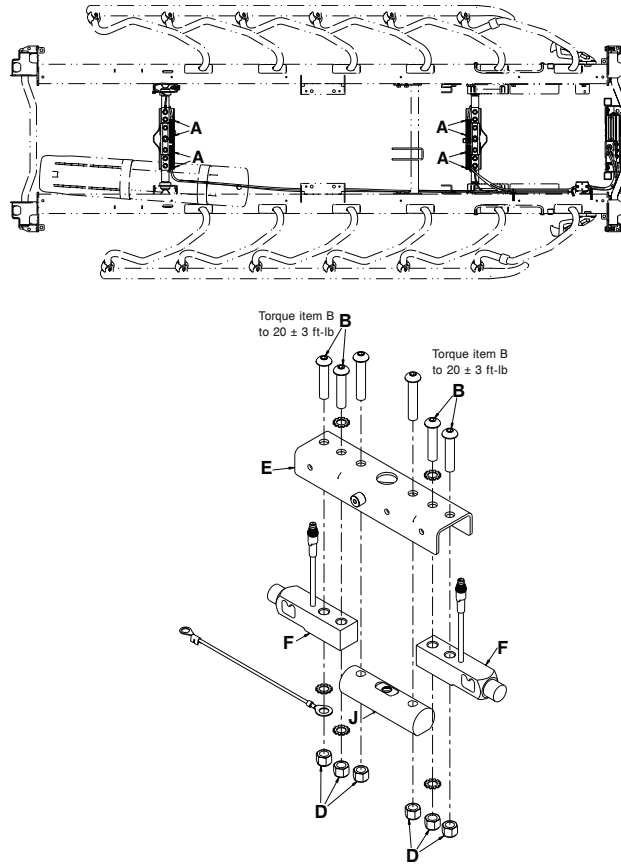

Figure 53 – Remplacement de la cellule de pesage
3. À l'aide d'un coupe-fil, couper les serre-câbles (A) qui fixent le câble au support de la traverse de levage (Figure 53).